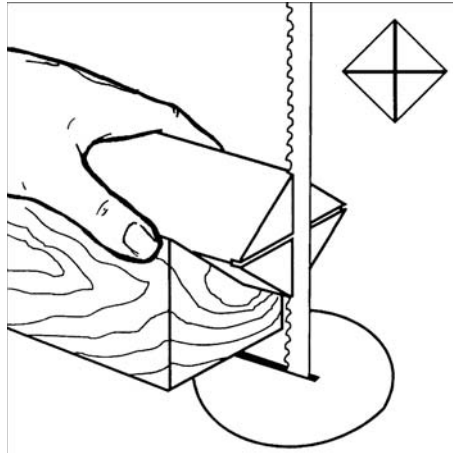

Рис. 9
- Намітьте та відмірте середину на обох торцях заготовки. Для твердих поверхонь деревини з боку передньої бабки можна зробити надрізи пилкою (див. рис. 9).